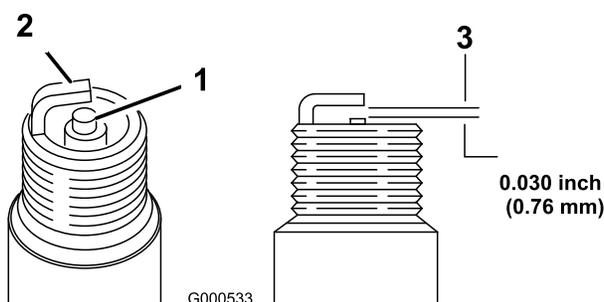

Figura 20
5. Defina folga na vela para 0,76 mm (Figura 20).